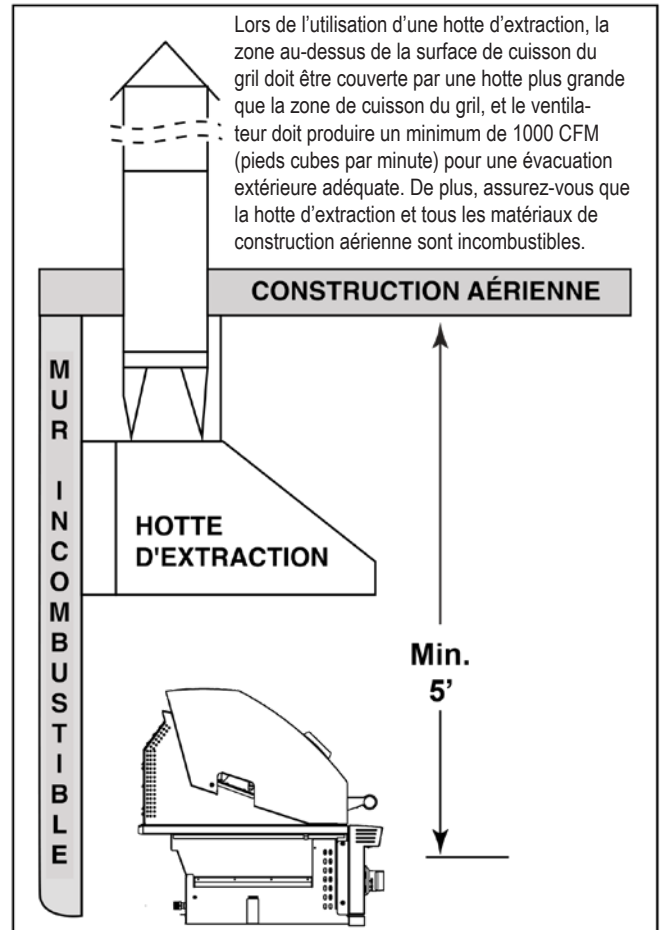

Figure 5
**Lorsqu'un grill est installé sous une construction aérienne, la zone au-dessus de la surface de cuisson du grill doit être utilisée avec une hotte d'extraction.** La hotte d'extraction assure la protection de la construction aérienne combustible. Voir la Figure 5.